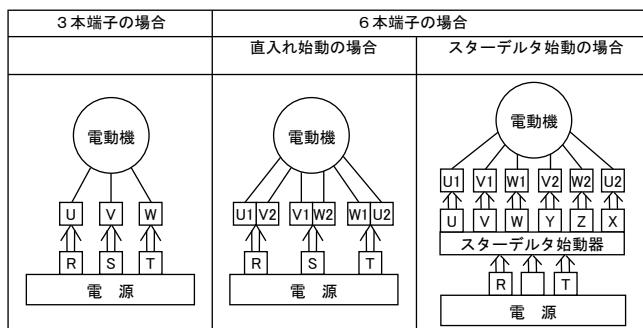

図 10 結線図（負荷側（吸込側）から見て左回転の場合）
- (1) 配線は図10を見て行ってください。図10の電動機の回転方向は、負荷側（吸込側）から見て、左回転です。逆回転の場合は図10の電源RとTを入替えてください。